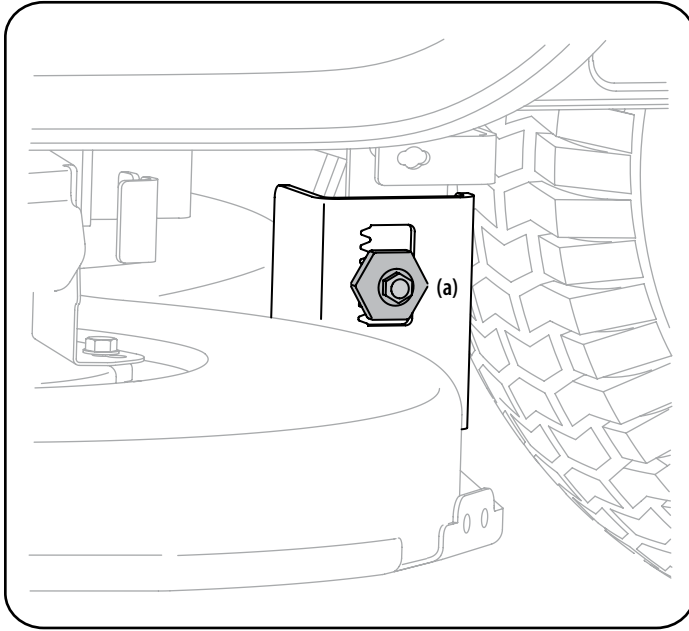

Figura 22
3. Afloje, pero NO extraiga, el tornillo hexagonal (a) ubicado en la ménsula de suspensión izquierda de la plataforma. Consulte la Figura 22.